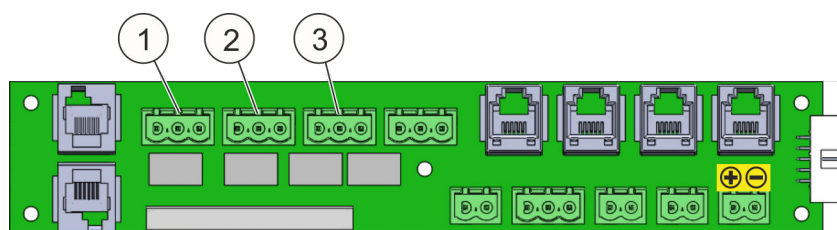

Fig. 16: Contatti a potenziale zero
- Per la disconnessione dell'apparecchio da parte del gestore utilizzare i contatti a potenziale zero (Fig. 16/da 1 a 3).